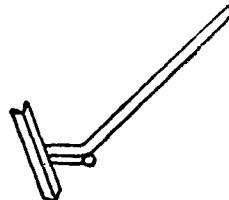

图 3-1-3
(1) 材料准备：增强石膏板，建筑石膏，SG791与SG792胶，木砖（钢门框用）。
(2) 工具准备：木楔，宽口撬棍见图3-1-3，木工锯，山尖钻，刷子，开刀，托板，靠尺与线锤。